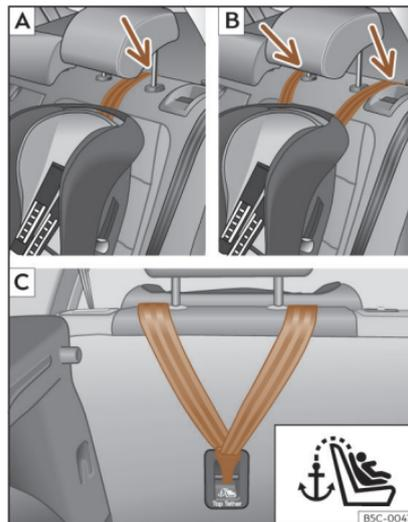
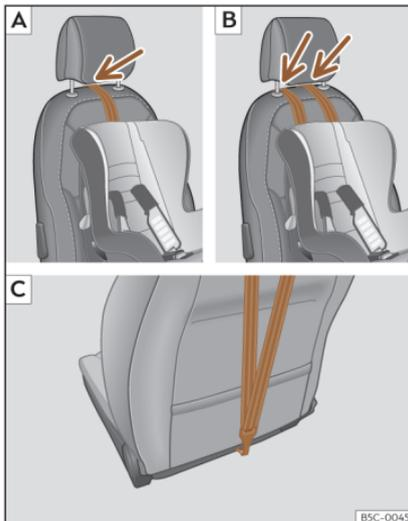

Fig. 37 Asientos traseros: ajuste y montaje en función del cinturón Top Tether.
Fig. 38 Asiento del acompañante: ajuste y montaje en función del cinturón Top Tether.
si fuera necesario)»» fig. 37 [A]/[B],»» fig. 38 [A]/[B].
- Deslice la correa y fíjela correctamente con el anclaje de la parte posterior del respaldo»» fig. 37 [C],»» fig. 38 [C].